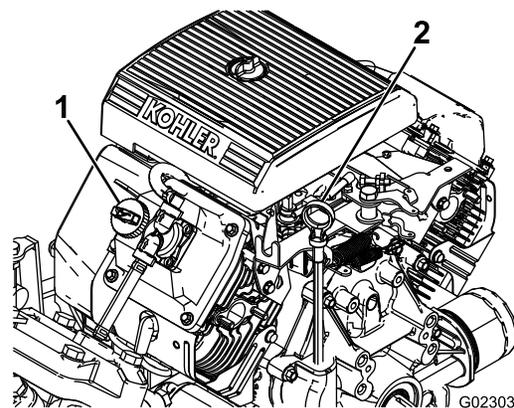

Figura 11
4. Si el nivel de aceite es bajo, retire el tapón de llenado de la cubierta de la válvula (Figura 11) y vierta aceite por el orificio hasta que el nivel del aceite llegue a la marca de LLENO de la varilla; consulte Mantenimiento del aceite de motor \(página 51\) para conocer el tipo y la viscosidad de aceite correctos.
2. Retire la varilla y límpiela con un paño limpio (Figura 11).